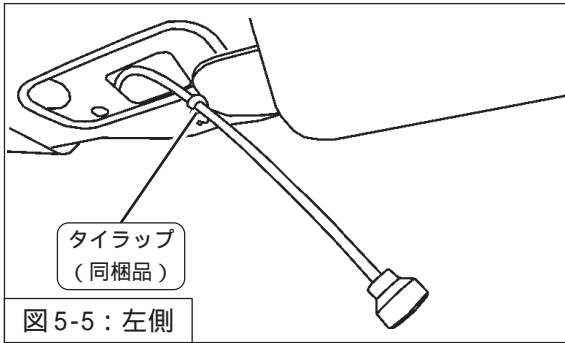
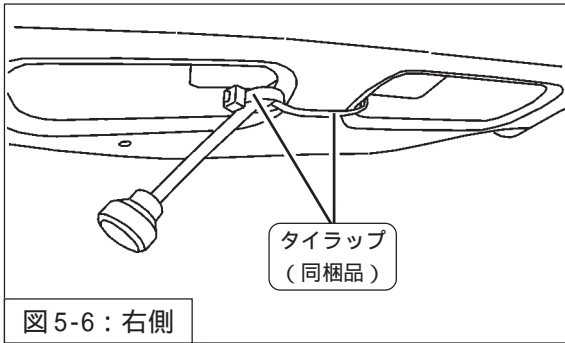

図5-5：左側
図5-6：右側
4. タイラップ (同梱品) を使用して、ケーブルを車両に固定してください。(図5-5・図5-6)